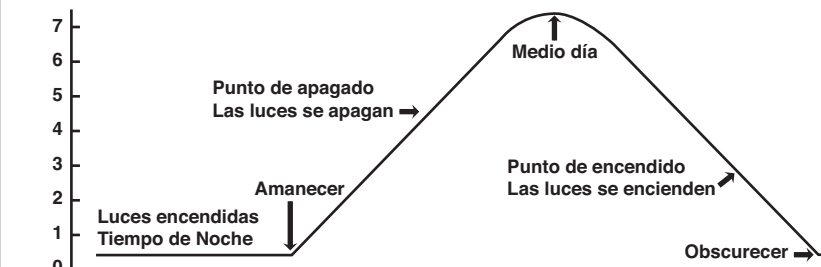

Figura 2B
- Cuando el sensor señala hacia abajo, este detectará la contribución de las luminarias que controla y de la luz de ambiente exterior. Este establece un sistema de un circuito cerrado. Es mejor cambiar las cargas a apagado en un sistema de circuito cerrado que atenuarlas ya puede causar complicaciones si no están programadas correctamente. El gráfico en la Figura 2B sigue el valor de una fotocélula lineal a lo largo del día. Se asume que esto es en un día despejado donde el nivel de luz es igual, sin la influencia de luz externa y es sólo de las luminarias. En el lado izquierdo las luces están ENCENDIDAS porque el área está ocupada y como es de noche no hay contribución de luz de día. Al amanecer, la fotocélula empieza a aumentar como aumenta la luz del día. Para mantener el nivel de luz que no baje del punto de inicio y en este caso debajo del nivel de luz deseado en el área, el punto de inicio está programado a 2.5 veces más que el nivel de lectura con sólo las luminarias. De esa manera, la luz es adecuada para mantener las luces apagadas. Este se muestra en el gráfico en el punto donde el nivel cae súbitamente. El nivel de la fotocélula continúa aumentando cerca al mediodía. Así como la luz de día disminuye, la luz del área baja eventualmente cerca al nivel de luz deseado. Antes de alcanzar este punto donde las luces se vuelven a encender indicado el aumento repentino del nivel de la fotocélula.